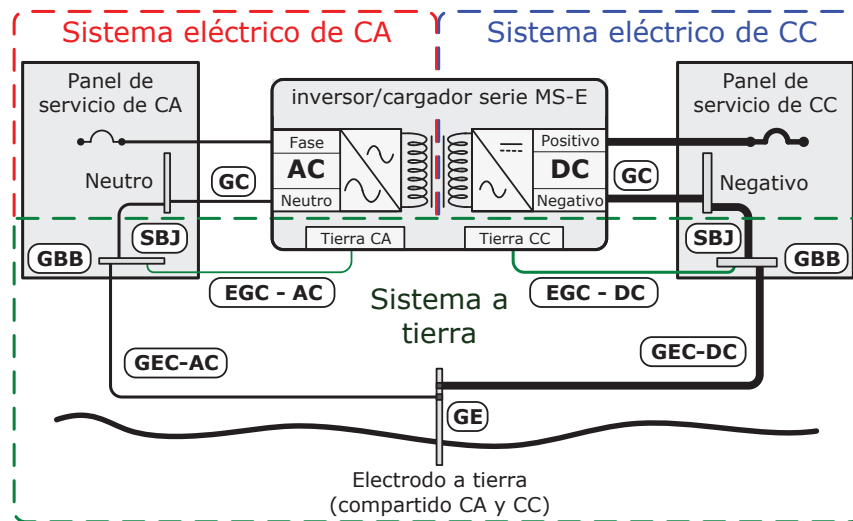

Ilustración 2-12, Múltiples conexiones a la varilla a tierra de CC (Método 2)
Método 2 (Ilustración 2-12): Cuando los paneles de servicio de CA y CC se encuentran cerca uno del otro, entonces el conductor del electrodo de tierra de CA (GEC-AC) y el conductor del electrodo de tierra de CC (GEC-CC) se pueden conectar a un solo electrodo de puesta a tierra (GE). En este método, ya que hay varias conexiones con el electrodo de puesta a tierra de CC (GE-CC), el calibre del conductor del electrodo de puesta a tierra de CC (GEC-CC) no puede ser menor que el conductor más grande de la red de corriente continua (por lo general el cable que va de la batería al inversor).